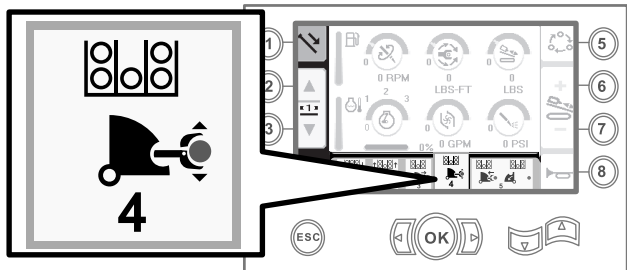

Bild 34
8. Lassen Sie den Kippschalter los, um auf den nächsten Schritt in der Folge zu gehen (Bild 34).